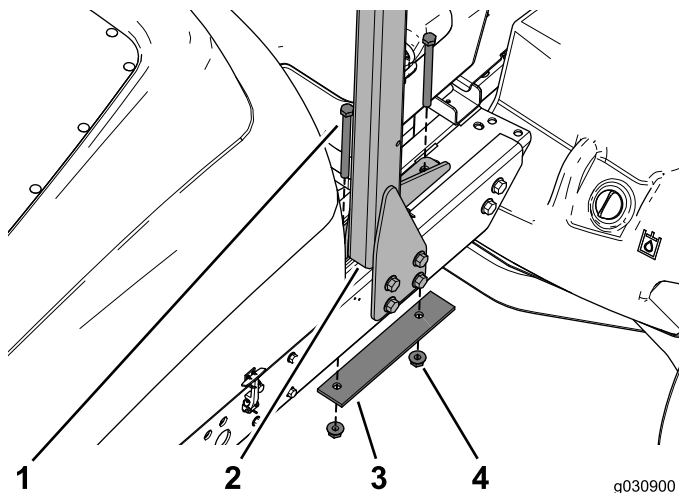

Figure 5
6. Disposez la plaque du faisceau et le compartiment de la batterie de manière à pouvoir retirer les 2 boulons, la plaque de renfort et les 2 écrous à embase qui fixent le système ROPS au sommet du cadre (Figure 5). Mettez-les de côté.